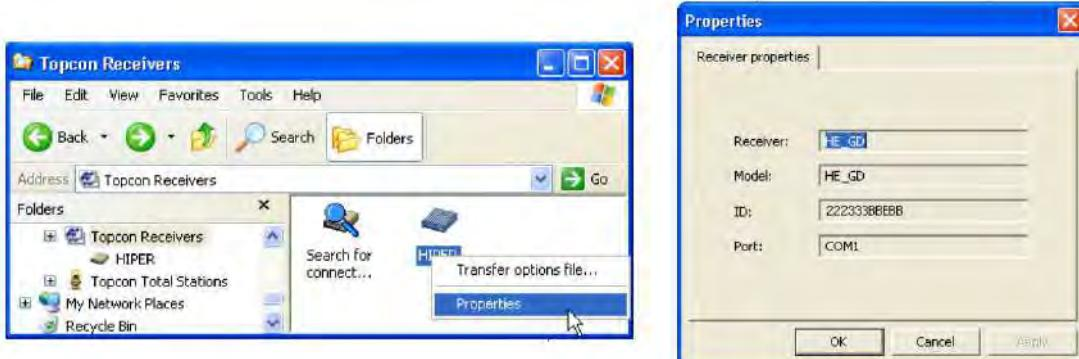

Рисунок 5-3. Свойства приемника
- Для просмотра данных о приемнике (см. рис. 5-3) щелкните по правой кнопкой мыши на иконке нужного приемника и в появившемся меню выберите пункт **Properties** (**Свойства**).